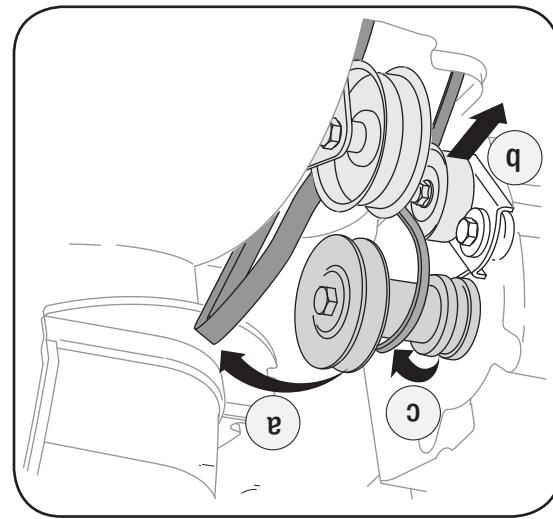

Figure 6-9
b. Utilisez une clé pour pivoter la poulie de tension vers la droite. Voir la Figure 6-9.